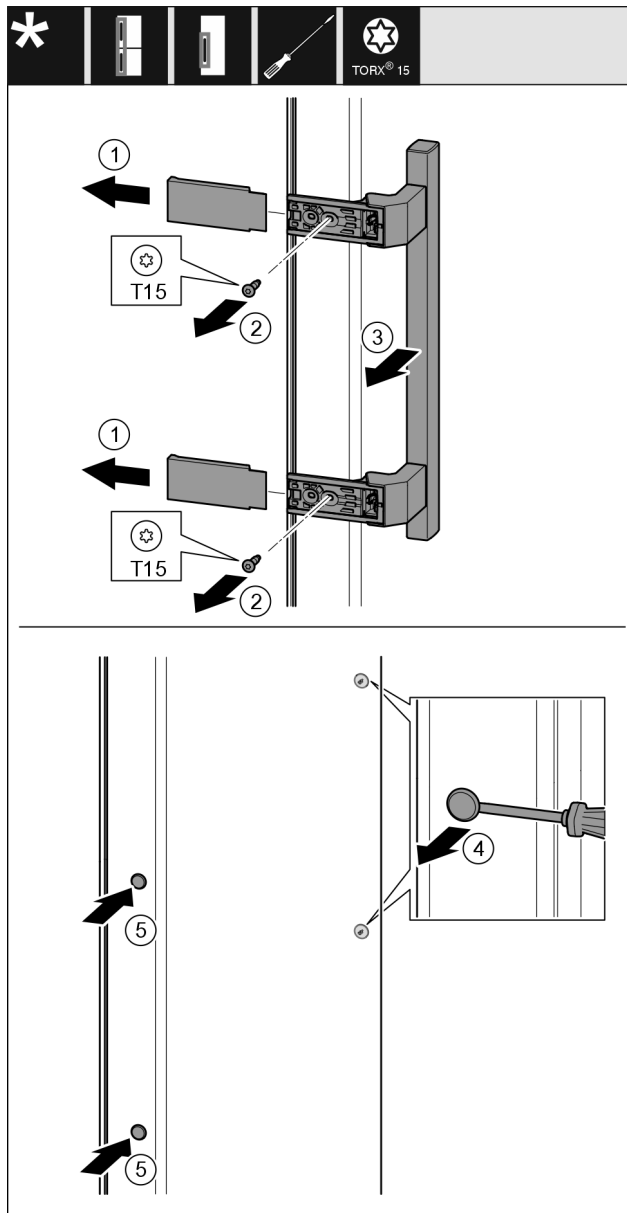

Fig. 32
- Togliere la copertura Fig. 32 (1).
- Estrarre le viti Fig. 32 (2) con un cacciavite.
- Rimuovere la maniglia Fig. 32 (3).
- Sollevare il tappo laterale Fig. 32 (4) con cautela con un cacciavite a intaglio ed estrarlo.
- Reinserire il tappo Fig. 32 (5) sull'altro lato.